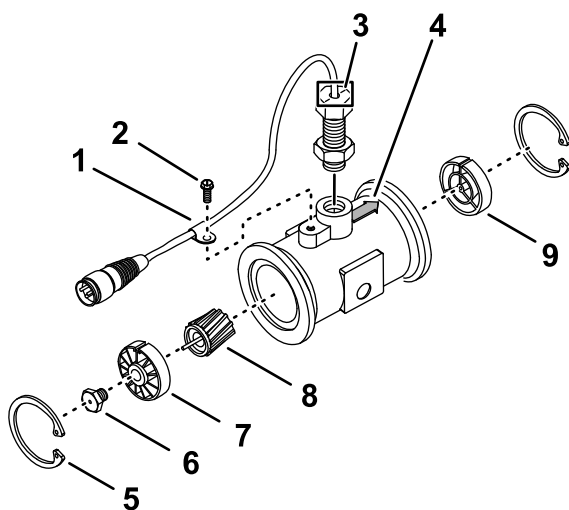

図 206
3. 上流側のリテーナリングを外す 図 206。
レンジボディの矢印に平行になるまでセンサーを引き出す 図 206。